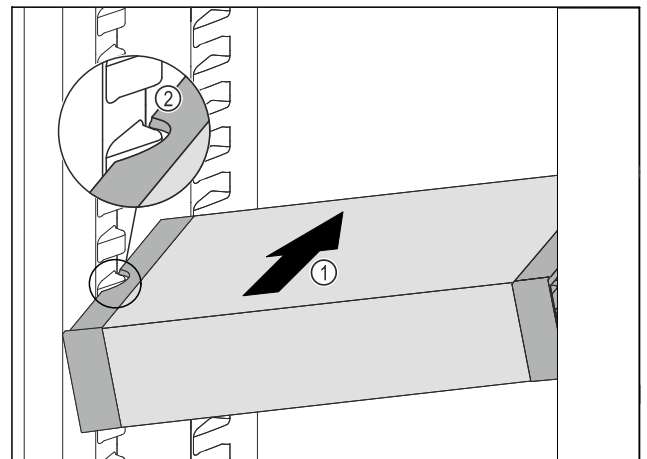

Fig. 117
- ▶ Вставити висувний ящик VarioSafe під кутом в охолоджувальне відділення Fig. 117 (1), доки бокові поглиблення Fig. 117 (2) VarioSafe не будуть розташовуватися на рівні ребра для ємності в охолоджувальному відділенні.